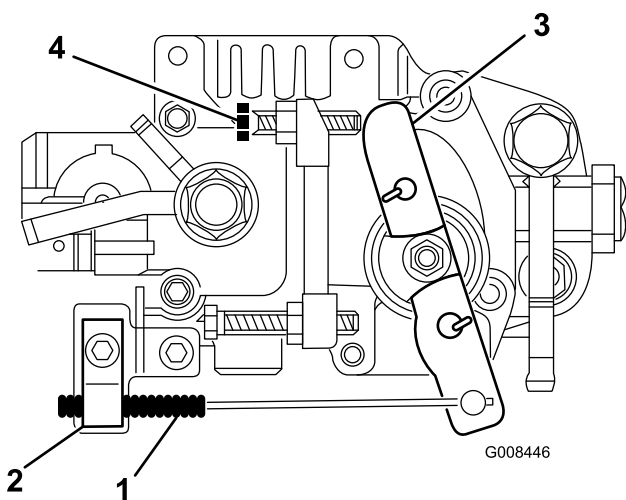

Figure 45
2. Desserrez la vis du collier qui raccorde le câble au moteur (Figure 45).
- Bougez le câble jusqu'à ce que le levier de commande de régime touche la vis de réglage de ralenti (Figure 45).
- Desserrez le contre-écrou de la vis de réglage de ralenti (Figure 45).